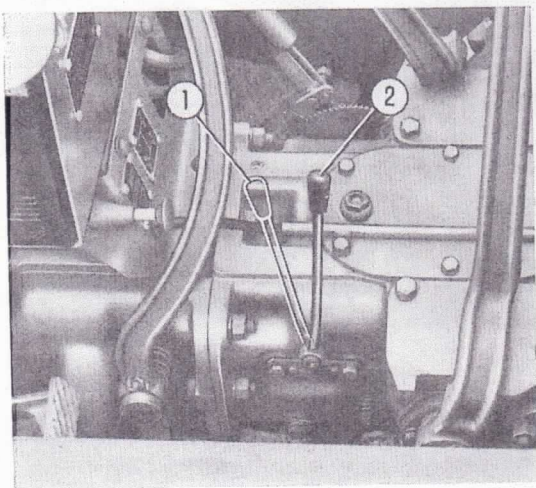

Fig. 6. - Levier d'embrayage prise de force et poulie de battage.
12. **Levier d'embrayage de la prise de force et de la poulie de battage:** les positions de ce levier sont montrées par la fig. 6. Avant de le déplacer, debrayez le moteur et attendez quelques instants.